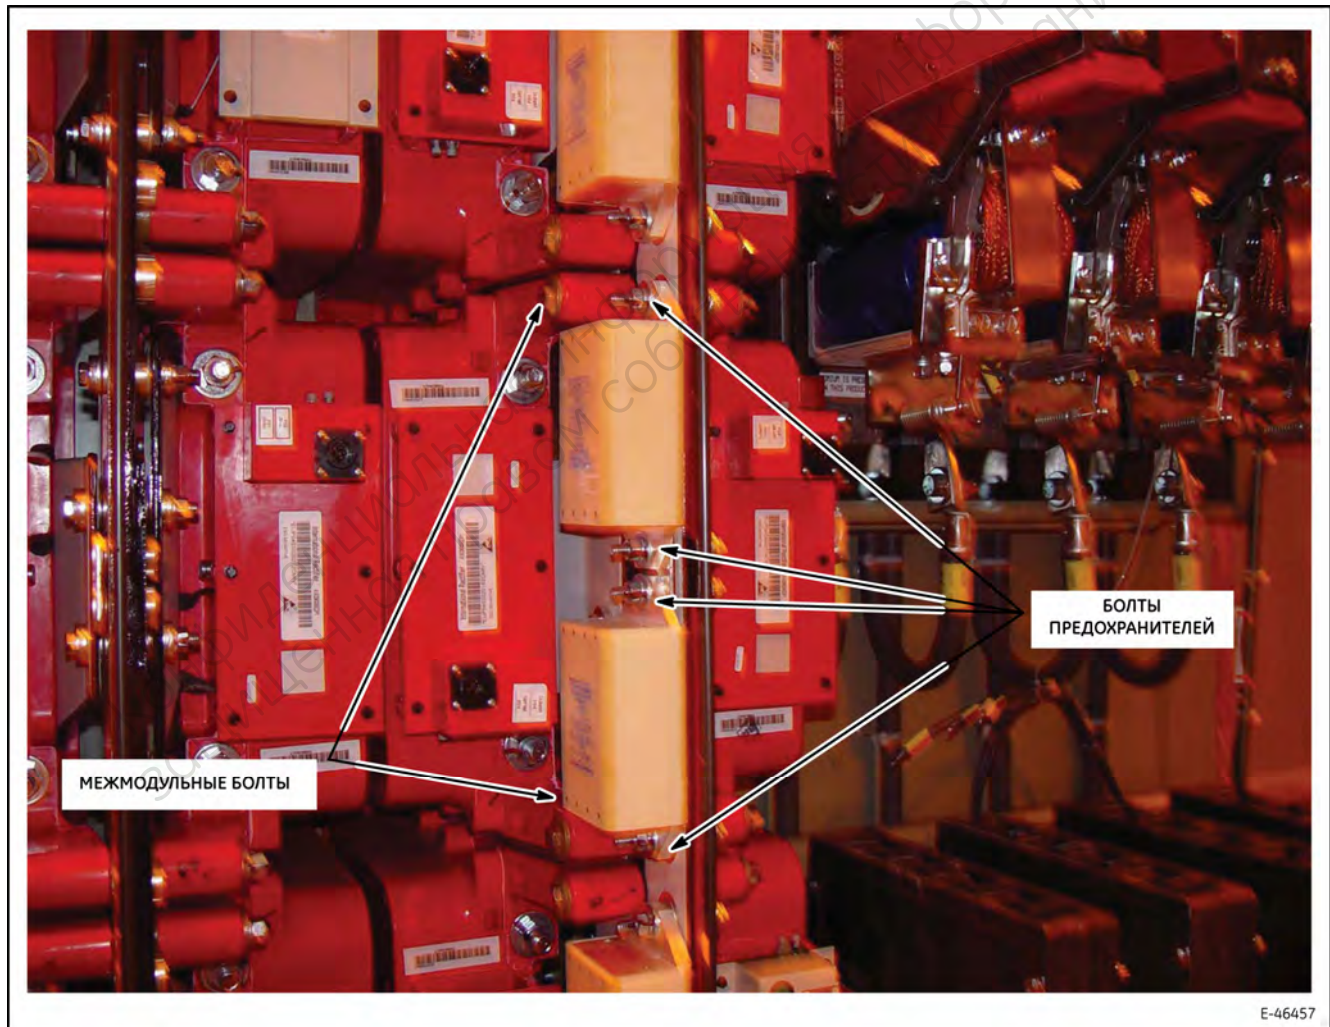

Рис. 27. Предохранители IGBT-модуля фаз.
5. Снимите два предохранителя, связанных с заменяемым модулем, независимо от того, заменяется левый или правый модуль. Снимите два болта, закрепляющих каждый предохранитель (рис. 27).
6. Снимите верхние и нижние межмодульные болты. Сдвиньте каждый болт, так чтобы он скрылся в шине, оставьте их на стороне монтируемого модуля, так он потом может использоваться к ручка для демонтажа модуля (рис. 27).